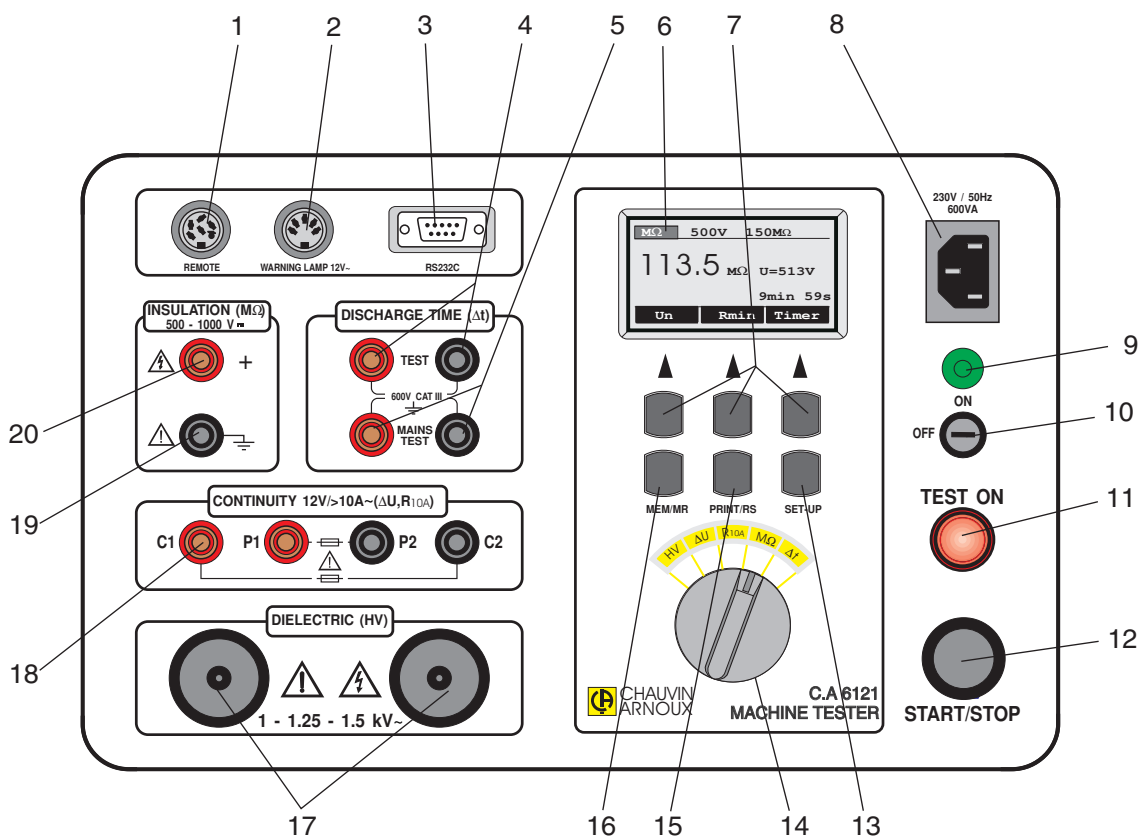

Fig.1. Rappresentazione del pannello anteriore
Spegnere immediatamente lo strumento in caso il led rosso di avvertimento (pos.11., fig.1.) non si accenda dopo l'avviamentp del generatore AT.